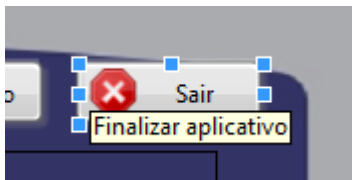

Figura 25: Tip da tecla fechar.
**IMPORTANTE:** todas as teclas do software possuem “tips” (dicas). Estas tips descrevem o que a tecla faz. Para ter acesso às tips deixe o cursor do mouse em cima da tecla. A figura 25 abaixo exemplifica a tecla Fechar.